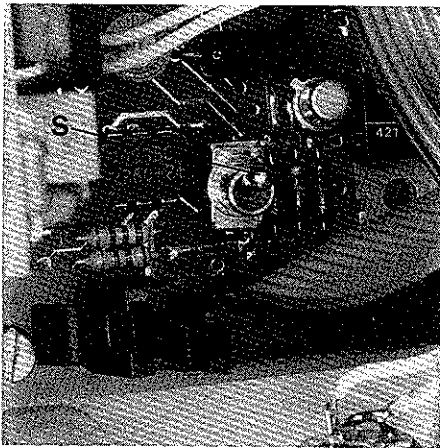

Fig. 59A
**Hint:** Note the direction of rotation on the metering device when replacing a defective control box. Rotates the metering device contrary to the feeding direction of the sewing machine, the direction of rotation has to be changed with flip switch (S, Fig.59A) inside of the control box.
**Hinweis:** Achten Sie beim Austausch eines defekten Schaltkastens auf die Drehrichtung der Zumeßeinrichtung. Dreht sich die Zumeßeinrichtung entgegen der Transportrichtung der Nähmaschine, muß die Drehrichtung mit den Kippschalter (S, Fig.59A) innen im Schaltkasten geändert werden.